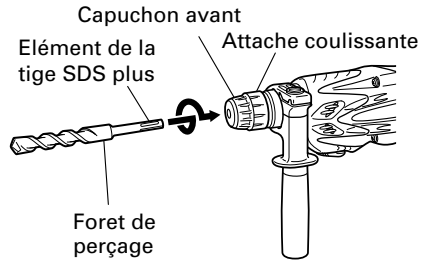
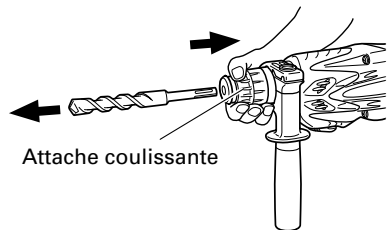

Fig. 2
Fig. 3
6. Montage du foret de perçage (Fig. 2)
- (1) Nettoyer la section de la queue du foret.
- (2) Insérer le foret en le tournant dans le porte-outil jusqu'à ce qu'il se verrouille (Fig. 2).
- (3) Vérifier que le foret est bien verrouillé en tirant dessus.
- (4) Pour retirer le foret de perçage, tirer complètement l'attache coulissante dans le sens de la flèche et sortir le foret (Fig. 3).